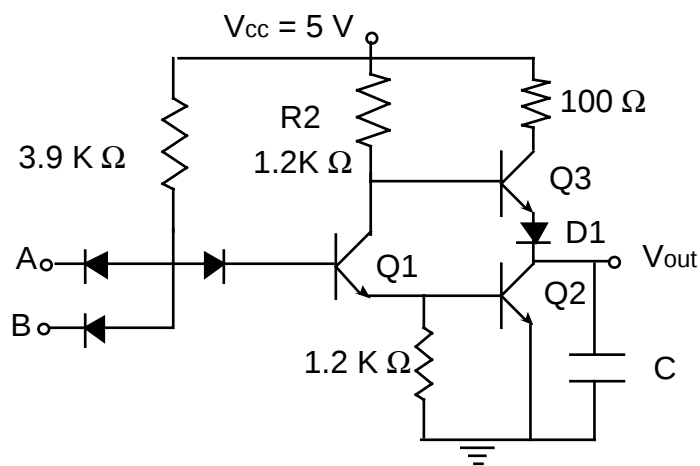

Fig. 7
- b) Sostituire la resistenza R_c con il transistor Q3 come mostrato in fig.7 (dovrebbe funzionare anche se la resistenza di $100\ \Omega$ è sostituita da un corto). Ripetere le misure fatte al punto a) e riempire la tabella nelle colonne contrassegnate da "Fig. 7".